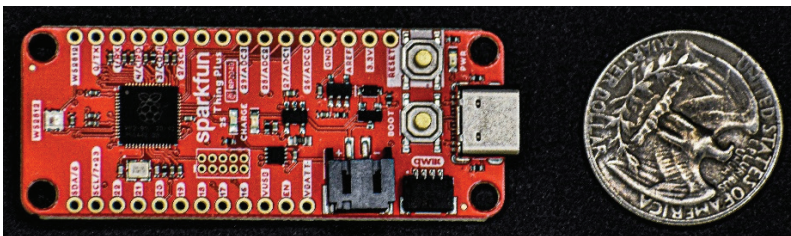

Рисунок 1.3. SparkFun Thing Plus (RP2040)
- **SparkFun Thing Plus – RP2040:** это плата с открытым исходным кодом от SparkFun (<https://bit.ly/2N55vUn>). Thing Plus выпускается в форм-факторе Feather от Adafruit⁵. Уникальность этой платы заключается в том, что она поставляется с держателем карты microSD и индивидуально адресуемым RGB-светодиодом. На рис. 1.3 представлена плата RP2040 Thing Plus с нижней стороны.